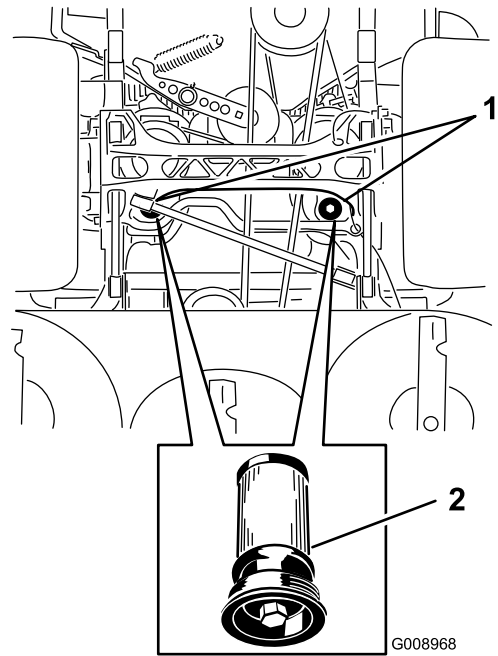

Figura 94
5. Collocate una bacinella di spurgo sotto il filtro, togliete il filtro usato e pulite la superficie (Figura 94).
6. Spalmate uno strato sottile di fluido idraulico sulla guarnizione di gomma del filtro di ricambio (Figura 94).